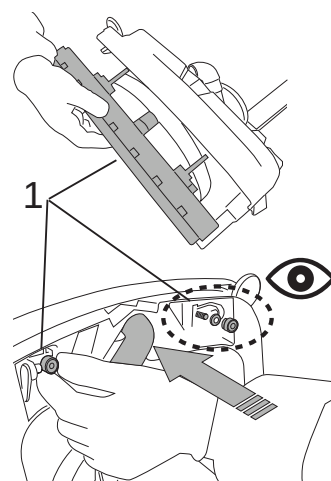

Fig.2A
- Установите передний скребок (рис. 2A - поз. 1).